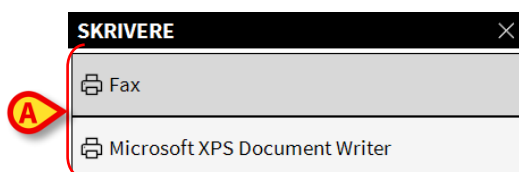

Fig. 30
Bruk **Skriv ut...**-knappen (Fig. 24 **H**) for å vise vinduet med utskriftsvalg (Fig. 30). Se avsnitt 5.8.2.4 for en beskrivelse av dette vinduet og relaterte prosedyrer.
- Klikk på **Skriv ut...**-knappen (Fig. 24 H) for å vise vinduet med utskriftsvalg (Fig. 30).
- Klikk på ønsket valg i menyen for å velge skriveren (Fig. 30 A).
- Bruk -knappen (en kopi mer) og -knappen (en kopi mindre) for å angi antall kopier (Fig. 30 B).
- Klikk på **Skriv ut**-knappen (Fig. 30 C) for å skrive ut rapporten.